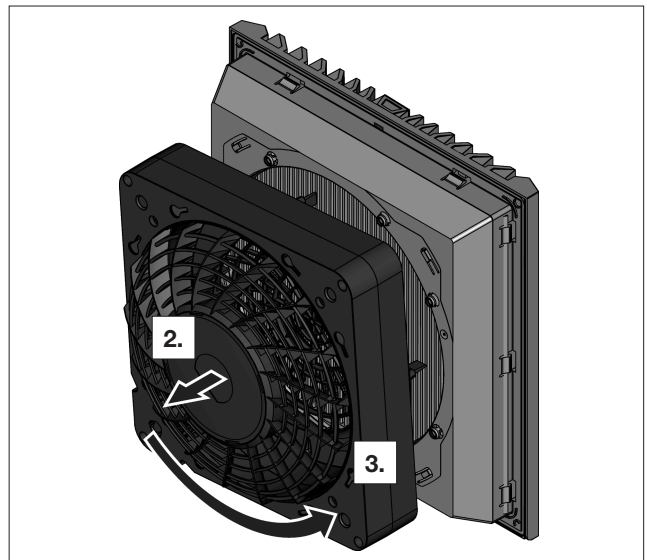

Abb. 10: Drehen Lüftergehäuse
- Drehen Sie das Lüftergehäuse dann um 90°, 180° oder 270°, so dass der Elektroanschluss in der gewünschten Position liegt (siehe Abb. 10).